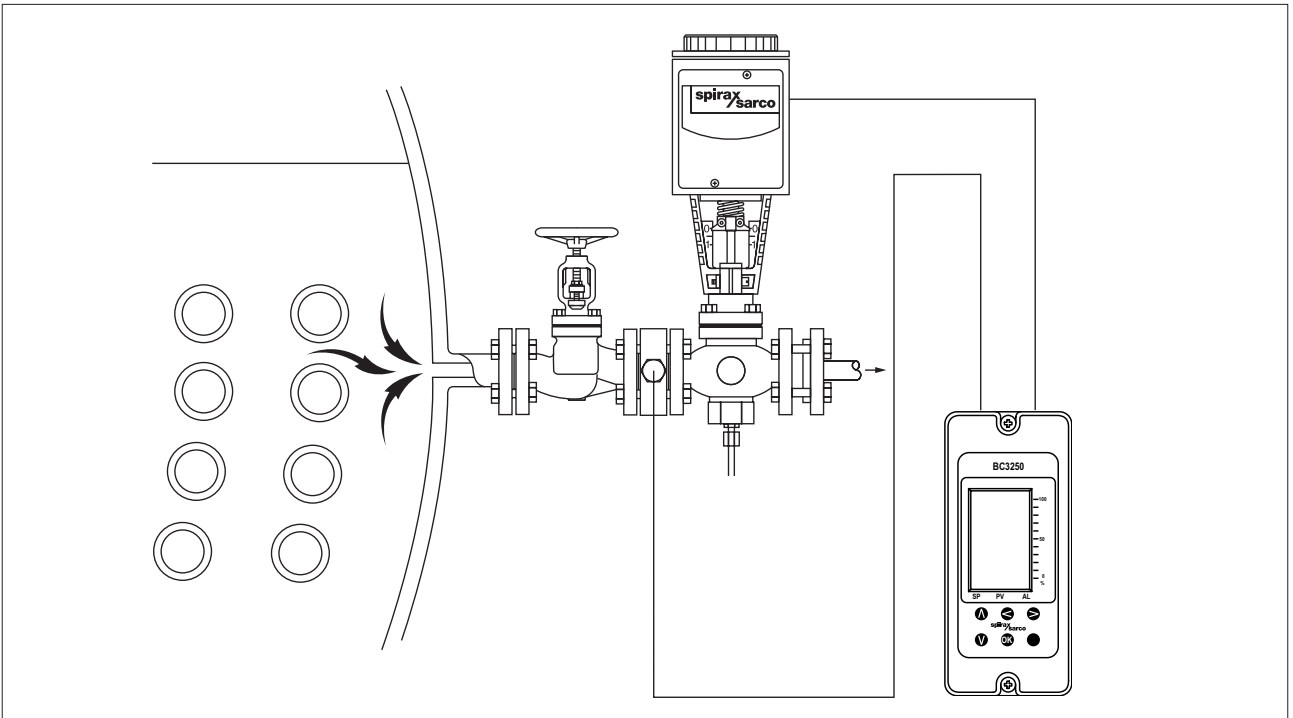

Bild 12: BCS4 System
- Löcher in die Montageplatte bohren, siehe Bild 12.
- Frontplatte mit einem Ausschnitt, wie in Bild 12 dargestellt, versehen. Anschließend die beiden Bohrungen in die Frontplatte wie in Bild 12 gezeigt, anbringen.